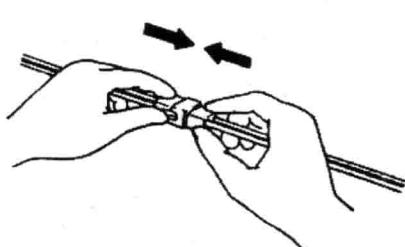

图 1-20 连接插件
(9) 如图 1-20 所示, 在连接插件时, 要确保能听到咔嚓声。